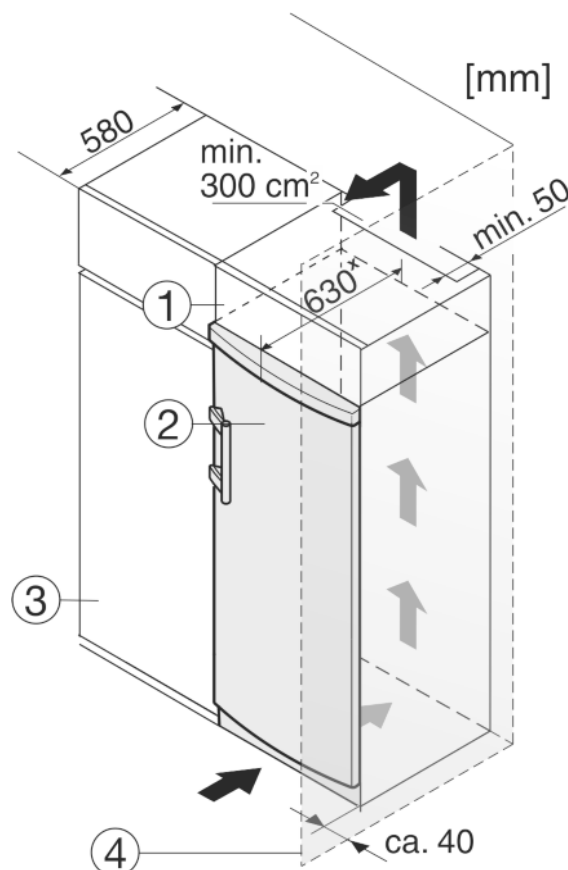

Fig. 9
- (1) Nástavná skříňka
- (2) Přístroj
- (3) Kuchyňská skříň
- (4) Stěna
Spotřebič lze zabudovat do kuchyňských skříní. K vyrovnaní spotřebiče Fig. 9 (2) na výšku kuchyňské linky lze na přístroj nasadit nástavec Fig. 9 (1).
Při montáži do kuchyňských skříní (hloubka max. 580 mm) lze přístroj instalovat hned vedle kuchyňské skříně Fig. 9 (3). Přístroj přesahuje přední stěnu kuchyňské skříně na stranách o 34 mm* a uprostřed o 50 mm*.
Když se přístroj instaluje závěsy vedle stěny Fig. 9 (4), musí být vzdálenost přístroje od stěny alespoň 40 mm. To odpovídá přesahu madla při otevřených dveřích.